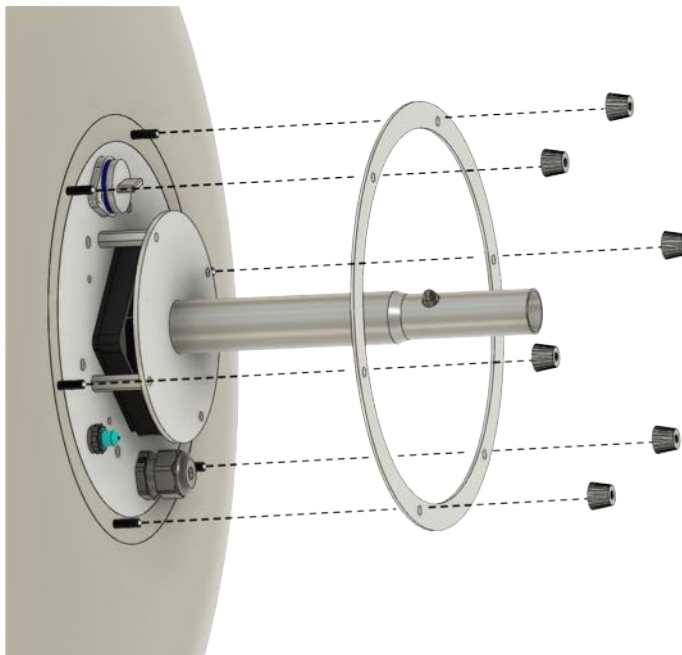

Abb. 5
2. Verwijder de 6 kegelmoeren en de aluminium ring aan de onderkant van de bodemplaat (fig. 5).